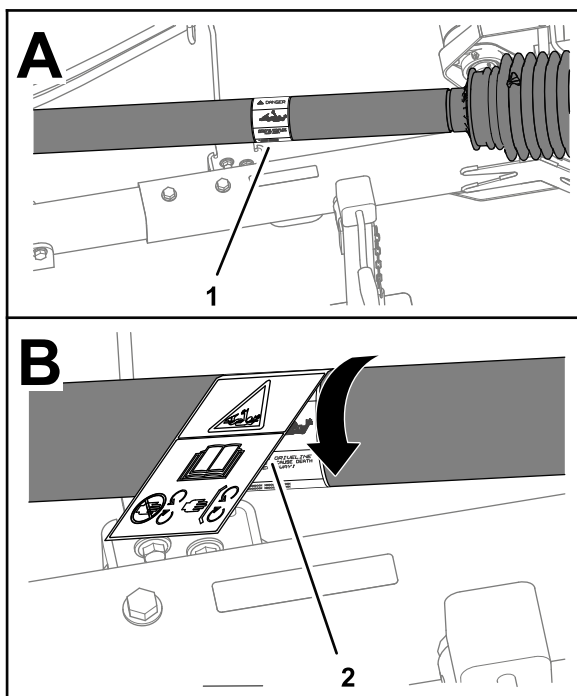

図 3
1. シャフトガードを回して既存の巻き込まれ警告デカルにアクセスする 図 3。
4. 既存の巻き込まれ警告デカルの上からCE 用巻き込まれ警告デカルを貼りつける図 3。